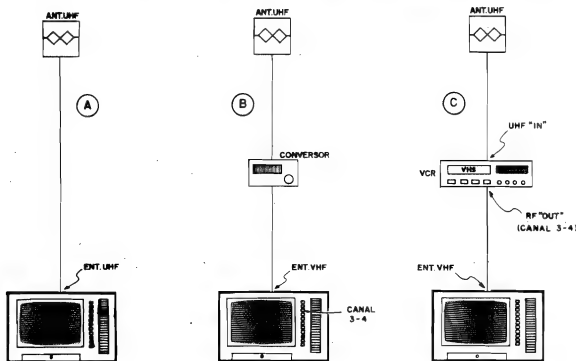

Fig.13
- FIG. 13 - "Mas como faço para 'pegar' UHF...?". A figura mostra as três possibilidades básicas que permitirão ao Leitor receber e
- **13-C** - O televisor apenas recebe sinais de VHF, porém Você possui um vídeo-cassete, já funcionando em conjunto com a TV. Nesse caso, o cabo de descida da nossa antena deve ser ligado ao conector UHF "IN" (na traseira do vídeo). A conexão normal (já feita) entre o vídeo e a TV não precisa ser alterada. Para receber a transmissão de UHF, coloque o seletor ou teclado do televisor no canal 3 ou 4 (aquele que normalmente Você usa para ver "filmes" passados no Vídeo...), e faça a sintonia através do vídeo-cassete. Praticamente todos os VCRs (Video Cassete Record) "completos" incluem um **tuner** (sintonizador) que abrange não só a faixa de VHF como também de UHF. Obviamente o VCR deve ser ligado para que seu circuito de sintonia interna entre em ação... Ele fará, então, o papel de CONVERSOR (ver fig. 13-B), normalmente proporcionando uma boa recepção.
- **14-A** - Se o receptor é apenas para VHF, e optou-se pelo uso do CONVERSOR (ver também fig. 13-B). Nesse caso, como o receptor apenas tem uma entrada ou conector para cabagem de antena (VHF), será necessário o uso de um outro tipo de MISTURADOR (VHF-VHF), também conhecido como "misturador" de antenas para "VHF". A ligação geral fica conforme mostra o desenho. Quando for desejada a recepção de canais de VHF "normais", basta posicionar o teclado ou seletor do televisor para o **número** do canal (o "5" pega no "5", o "7"